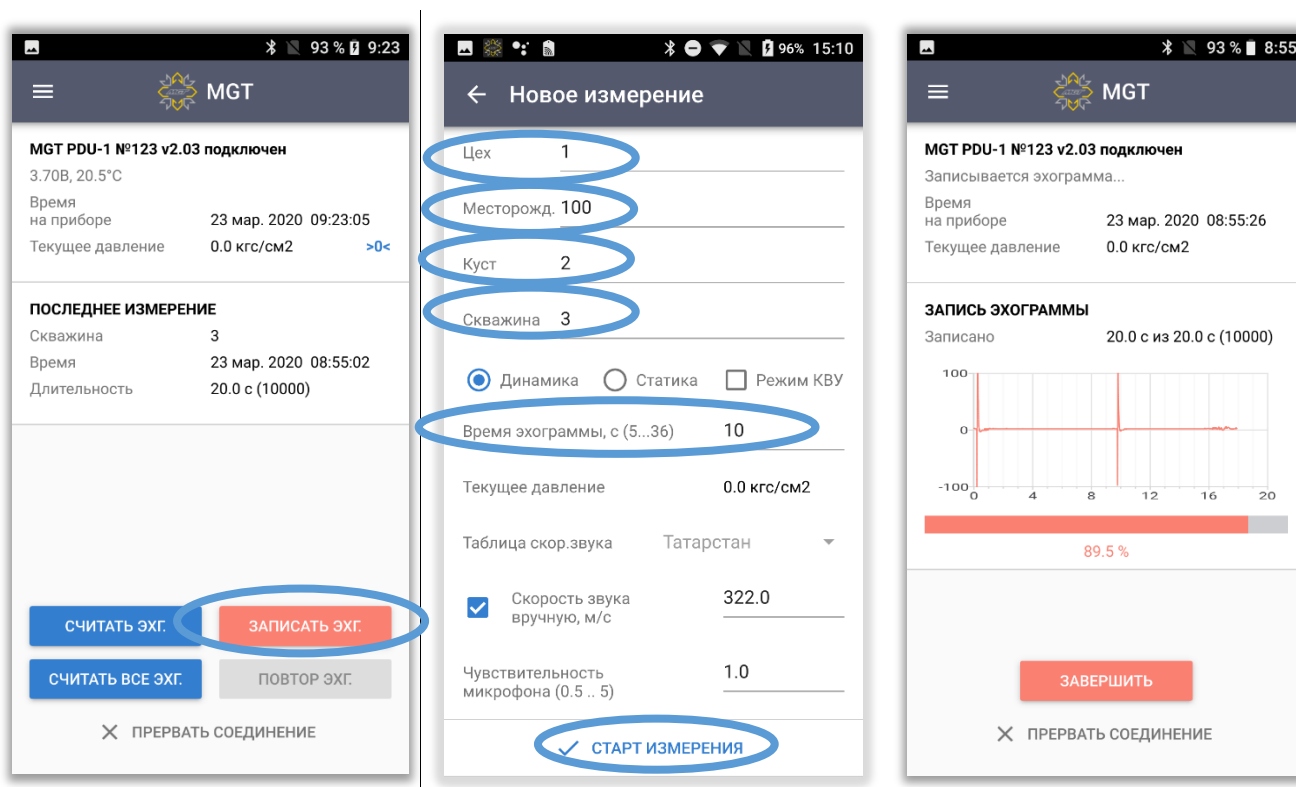

рис.14
4) Нажмите **«ЗАПИСАТЬ ЭХГ»**, в открывшемся окне введите необходимые значения исследуемой скважины (номер цеха месторождения, куста, скважины). (рис.14)
3) После того, как Вы нажмете значок «конвертик» в строке выбранного измерения, появится символ «конвертик» желтого цвета. Когда сообщение будет отправлено, символ поменяет цвет на зеленый. (рис.14)